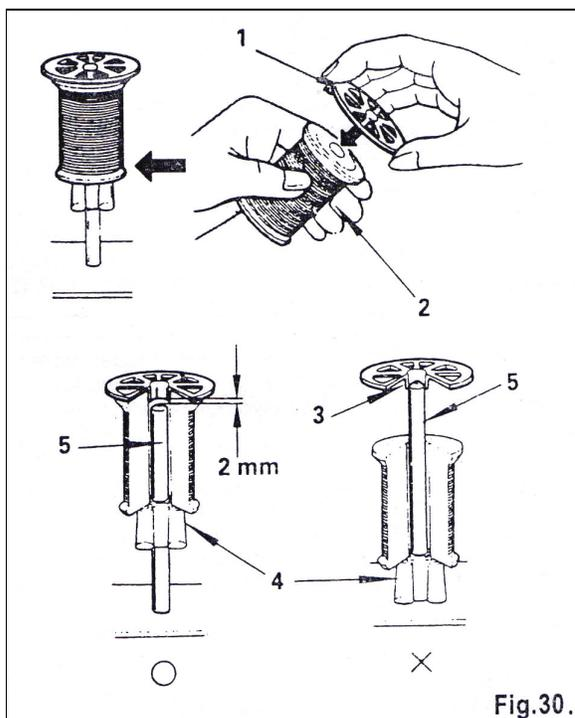

Fig.30.
Quand vous utilisez, des tubinos de fil, monter le capuchon (1) livré avec la machine, sur les tubinos de fil, figure 30.
Laisser entre le tubino et le capuchon, un espace d'environ 2 mm, voir figure 30.
Le capuchon, ne doit jamais être monté sur la tige de tubino. Le montage en forçant du capuchon sur la tige peut la casser voir figure 30.